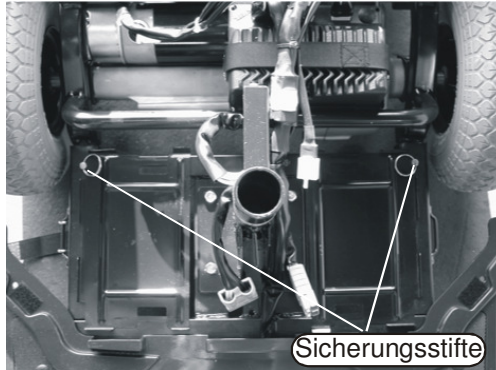

Bild 9
1. Sicherheitsstift (Bild 9)
2. Elektronische Steckverbindungen (Bild 9)
Bei starker Belastung Ihres Mobilis Scooters kann es vorkommen, dass der Überlastungsschalter (siehe Bild 9) aufgrund einer vorübergehenden Überlastung des Stromkreislaufes herauspringt und Ihr Elektromobil sich nicht mehr weiterbewegt. In diesem Fall drehen Sie den Schlüssel in 'OFF'-Position und drücken Sie den Überlastungsschalter wieder hinein. Er befindet sich unter Ihrem Sitz. Nun ist Ihr Mobilis Scooter wieder fahrbereit.